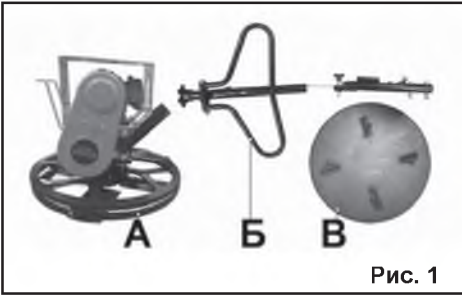
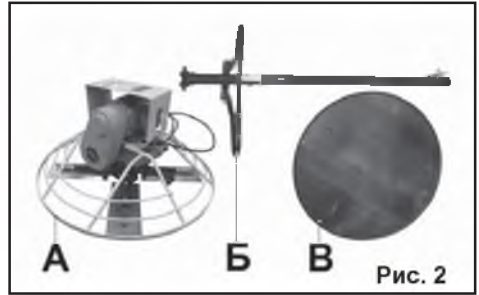

Рис. 1
Рис. 2
3.1. Комплектность машины представлена на Рис. 1 и Рис.2.